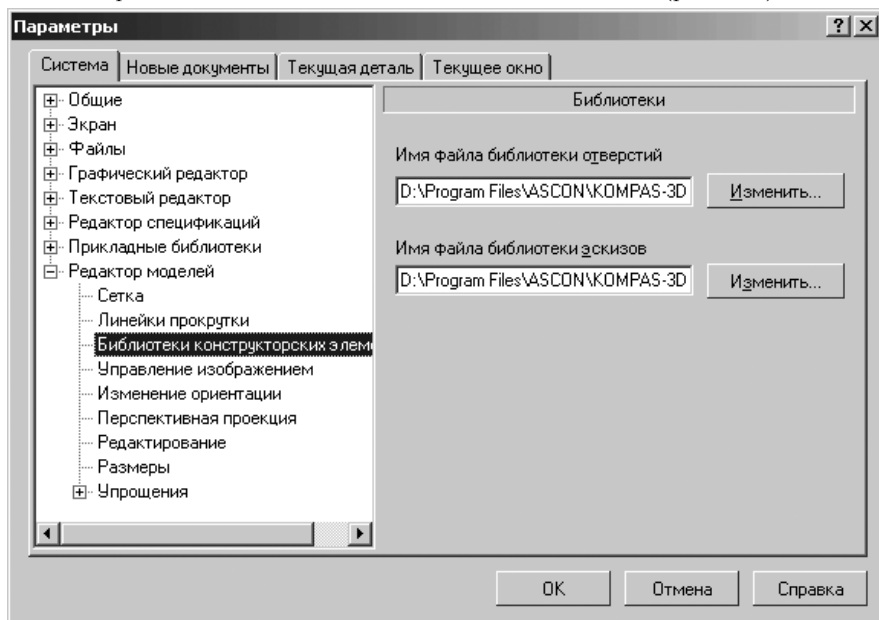

Рис. 9.48. Диалоговое окно **Параметры** с открытой вкладкой **Система** и открытой панелью **Библиотеки**
- щелкните по пункту **Библиотеки конструкторских элементов**. Откроется в правой части диалогового окна панель **Библиотеки** (рис. 9.48).